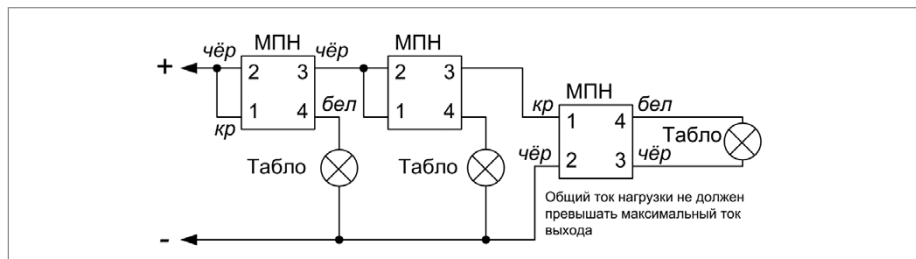

Рисунок 15. Схема подключения нескольких световых табло или сирен к одному выходу блока
1. Несколько исполнительных устройств подключаются к одному выходу блока по схеме, приведенной на Рисунок 15.